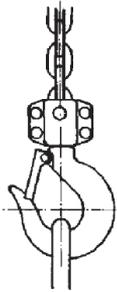

Рисунок 3.
3. Правильно отцентрируйте груз на нижнем крюке (Рисунок 3).